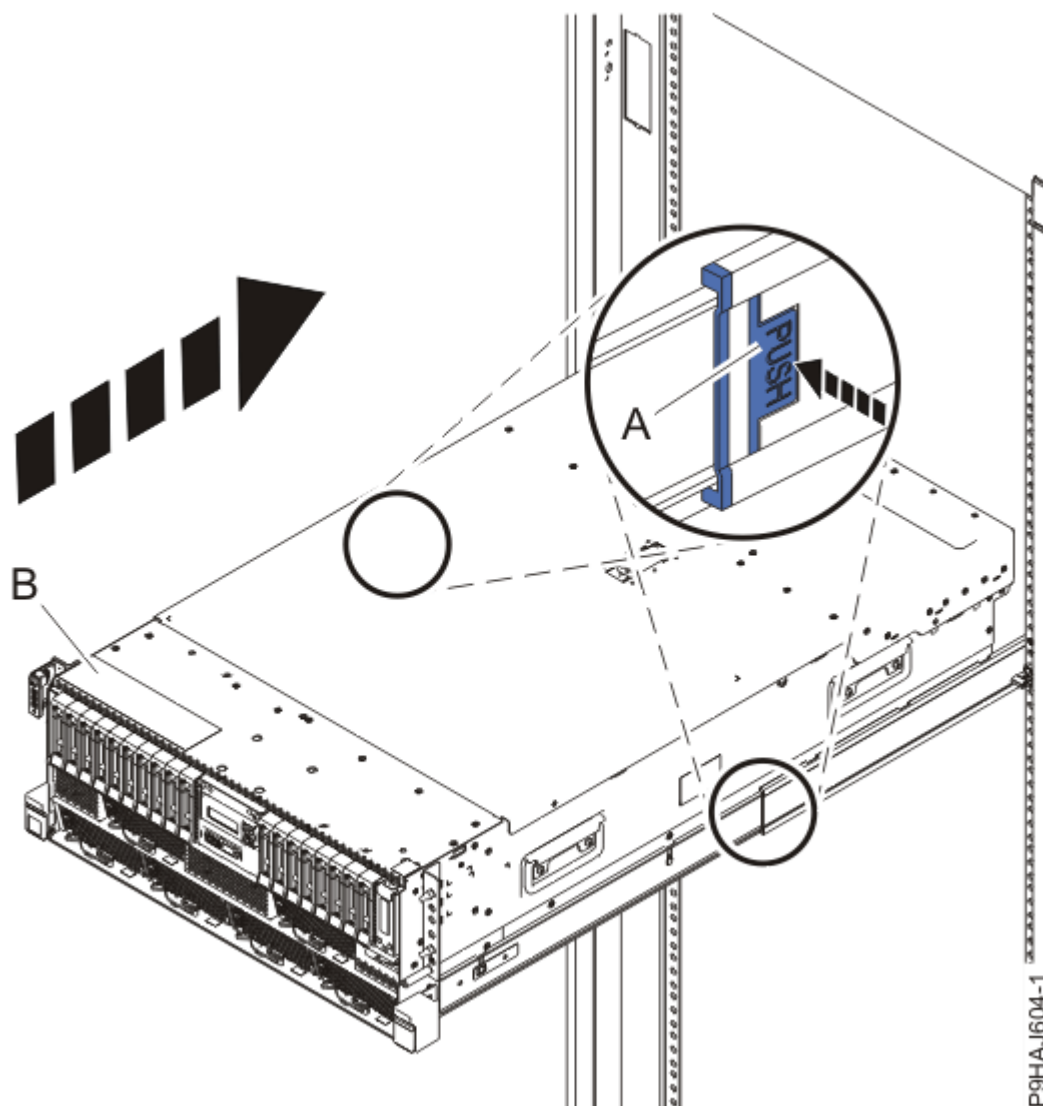

Figura 17. Colocar o sistema na posição de funcionamento
3. Para um sistema montado em bastidor, destranque os trincos de segurança da calha azuis (**A**) conforme apresentado em Figura 17 na página 22 ao os empurrar para dentro.